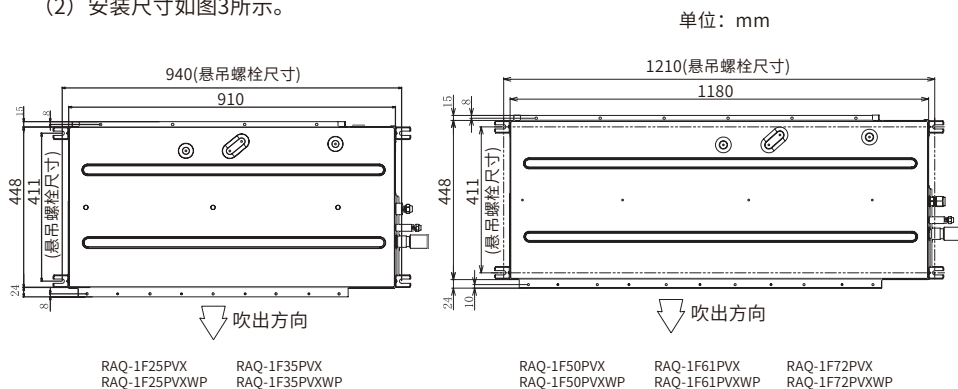

图3 悬吊螺栓
- (1) 标示悬吊螺栓位置、制冷剂管连接位置和排水管连接位置。
- (2) 安装尺寸如图3所示。